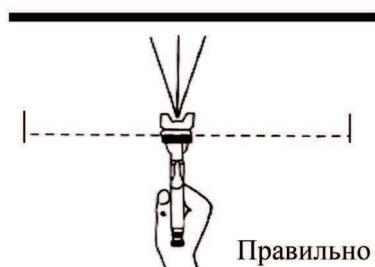

рис. 3
6.3 Распыление (рис. 3)
Распыляйте материал равномерно, передвигая краскопульт перпендикулярно поверхности как показано на рис. 3: